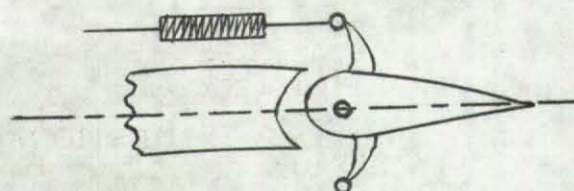

Figura No. 65
- c) Ayudadas por medio hidráulico. - Figura No. 65